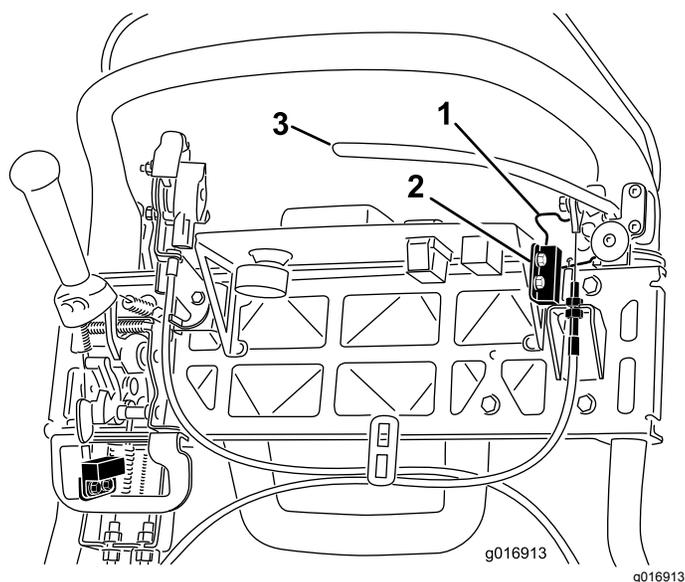

Figura 43
- Desaperte as juntas de montagem do interruptor de segurança (Figura 43).
- Coloque um calço de 1,6 mm entre o bloqueio do travão de estacionamento e o interruptor de segurança (Figura 43).
- Para aumentar a tensão do cabo, desaperte a porca de bloqueio do cabo dianteiro e aperte a porca de bloqueio do cabo traseiro (Figura 43) até que seja obtida uma força de 156 N, de maneira a que se possa engatar o travão, é necessário para soltar o bloqueio do travão de estacionamento. Não ajuste demasiado ou poderá prender o travão de estacionamento.